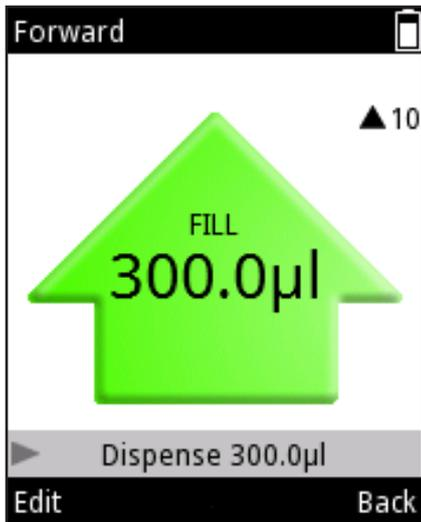

Abb. D4.
1. Um das Volumen zu ändern, während die Pipettierfunktion aktiv ist (Abb. D4), drücken Sie (**Edit** = Bearbeiten) oder / .
1. Um das Volumen zu ändern, während die Pipettierfunktion aktiv ist (Abb. D4), drücken Sie (**Edit**) oder / .
1. Um das Volumen zu ändern, während die Pipettierfunktion aktiv ist (Abb. D4), drücken Sie (**Edit**) oder .
1. Öffnen Sie den Editor von der Pipettieransicht (Abb. D4) mit (**Edit**) oder .